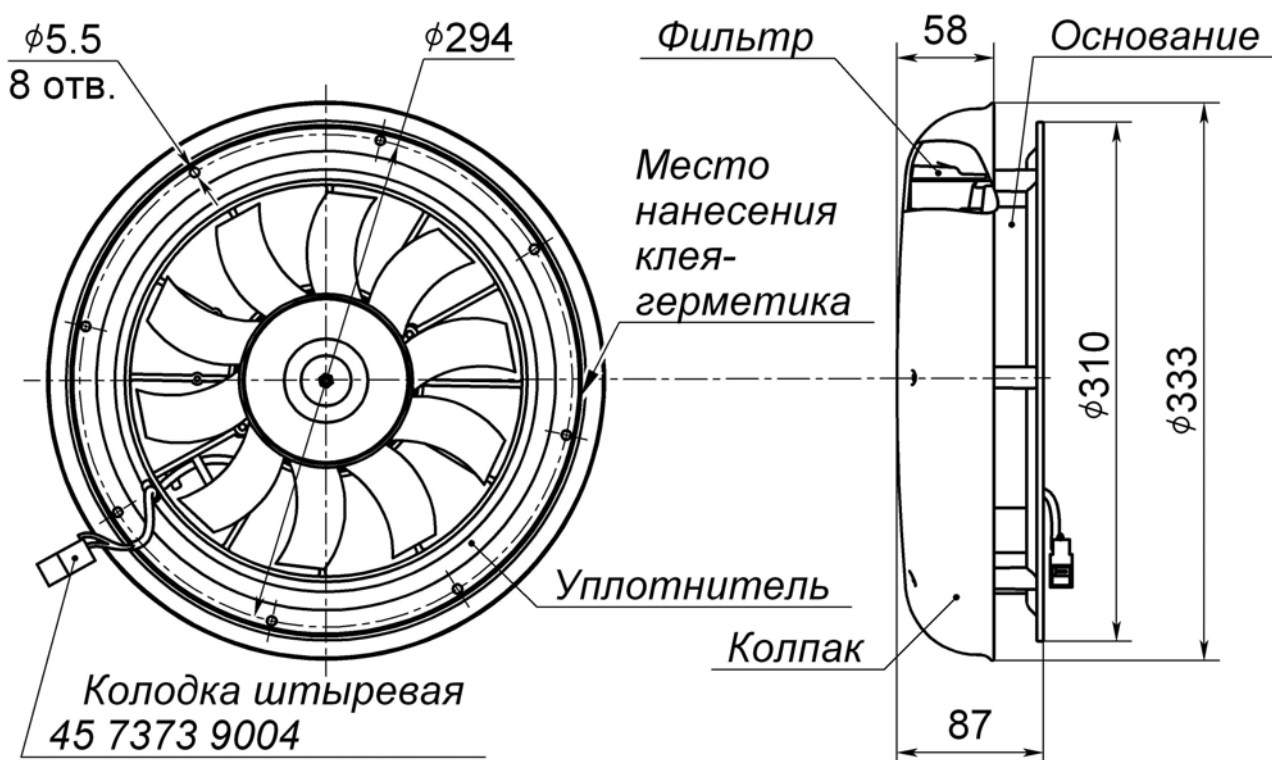

Рис. 2. Габаритные и присоединительные размеры
Вентилятор (рис.2) состоит из основания, в котором имеется 8 отверстий для крепления к крыше транспортного средства, колпака и фильтра, предназначенного для фильтрации наружного воздуха от пыли, листьев и т.п. Фильтр многоразовый и допускает повторное использование после мойки и сушки.
Вентилятор (рис.2) может поставляться в индивидуальной или групповой упаковке. и включает в себя:
- снять колпак (см. рис.2)
- установить уплотнитель в основании вентилятора согласно рис. 2, заполнить канавку на дне основания вентилятора клеем-герметиком Soudaflex FC40 (или аналогичным) (рис.2);
- проверить правильность установки фильтра (рис.2);
- закрепить колпак 6-ю саморезами DIN 7981 $\varnothing 4.2 \times 45$. Момент затяжки 2.5 ± 0.5 Нм (рис.2);
- установить штыревую колодку электроразъёма (для моделей A7-231.00 — A7-231.05, A7-231.09) (рис.2);